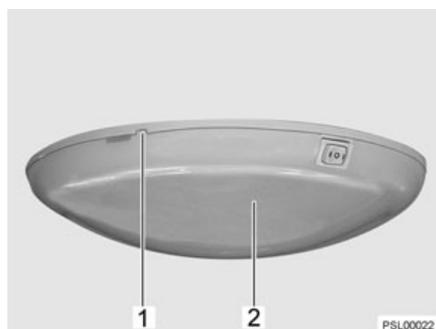

Fig. 272 Lámpara de techo
- Sacar la tapa (Fig. 272,2) con cuidado, haciendo palanca en la muesca (Fig. 272,1) con una herramienta apropiada (p. ej. destornillador) y retirarla.